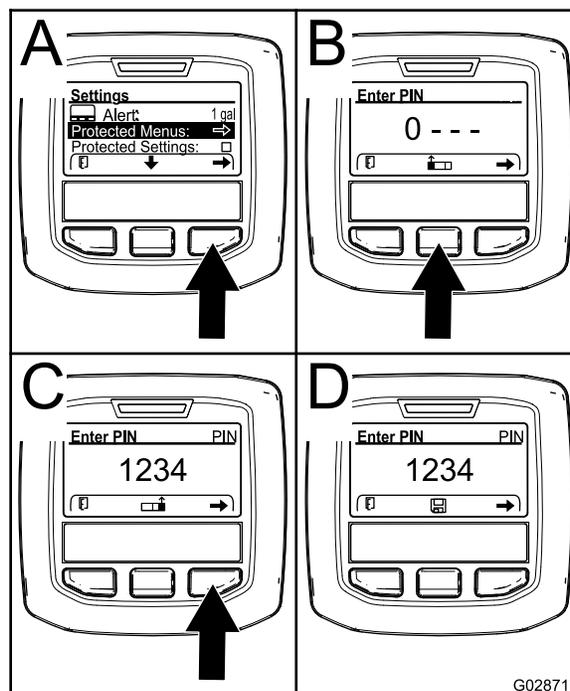

Рисунок 72
4. Нажмите правую кнопку выбора, чтобы выбрать Protected Menus (Защищенные меню) (A на Рисунок 72).
- Нажмите среднюю кнопку выбора (B на Рисунок 72), чтобы увеличить цифровое значение (от 0 до 9).
- Нажмите правую кнопку выбора (C на Рисунок 72), чтобы переместить курсор на позицию следующей цифры вправо.
Примечание: Над средней кнопкой выбора (D на Рисунок 72) появится значок «Сохранить».